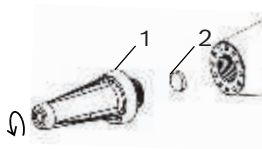

Fig. 12: Componentes del sensor
- ! Para garantizar el rendimiento óptimo del sensor y su longevidad, el filtro del sensor se debe sustituir cuando esté visiblemente sucio o cuando aparezca la pantalla de mensaje de la Fig. 12. El CS LD 1.0 registrará el número de horas de uso e informará al usuario cuando llegue el momento de sustituir el filtro.
- i La advertencia mostrada en la Fig. 12 aparece en el encendido cuando el temporizador interno del CS LD 1.0 registra aproximadamente 30 horas de uso acumulado.
Cuando aparece el mensaje de comprobación del filtro del sensor (Fig. 12), se indica al usuario que consulte este manual para ver las siguientes instrucciones.